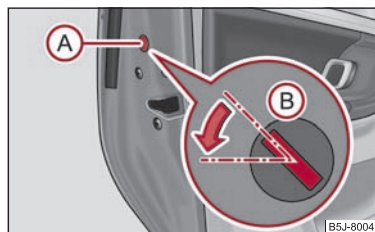

Fig. 27 Încuierea de urgență a ușii
- Îndepărtați capacul (A) ⇒ fig. 27.
- Introduceți cheia în fanta (B) și rotiți-o în sensul indicat de săgeată, în poziție orizontală (la ușile din dreapta executați operațiunile în oglindă).